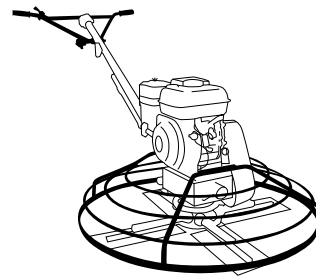

Рис. 8
4. Закрепите рукоятку управления на редукционном блоке (Рис. 8).